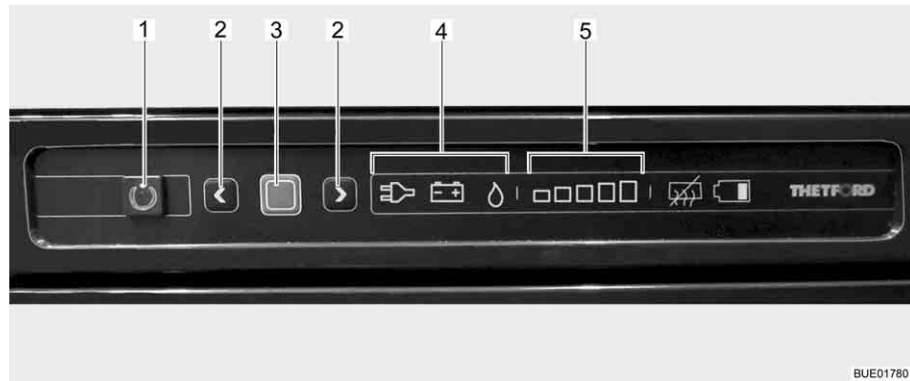

Fig. 218 Elementi di comando del frigorifero
La modalità di funzionamento attuale è indicata da un simbolo luminoso (Fig. 218,4) sulla centralina di controllo.
Dopo l'accensione il frigorifero seleziona automaticamente la regolazione del termostato selezionata per ultimo. Questa impostazione può essere modificata manualmente con i tasti freccia (Fig. 218,2). Le barre luminose dell'indicatore del livello di refrigerazione (Fig. 218,5) visualizzano la temperatura selezionata sul termostato. Con i tasti freccia viene regolata la temperatura di refrigerazione per tutti i tre tipi di energia. Ci vogliono alcune ore prima che il frigorifero raggiunga la temperatura normale di esercizio. Cambiando la modalità di funzionamento la regolazione del termostato non viene modificata. La temperatura di refrigerazione è indipendente dal tipo di energia utilizzata.
- Premere il tasto On/Off (Fig. 218,1) per 1 secondo. Il tasto (Fig. 218,1) si illumina di verde. Dopo circa 10 secondi, l'indicatore viene attenuato per risparmiare energia.
- Premere il tasto di conferma (Fig. 218,3). L'impostazione attuale della modalità di funzionamento viene visualizzata.
- Se non è impostata la modalità di funzionamento a gas: Per modificare l'impostazione, premere il tasto di conferma (Fig. 218,3) per circa 2 secondi.
- Selezionare la modalità di funzionamento a gas con i tasti freccia (Fig. 218,2). L'alimentazione del gas è ora aperta. L'accensione avviene automaticamente. È udibile un ticchettio fino a quando procedura di accensione non è stata portata a termine.
- Premere il tasto di conferma (Fig. 218,3) per 2 secondi.
- Premere nuovamente il tasto di conferma (Fig. 218,3). Il livello di refrigerazione attuale viene indicato dalle barre luminose (Fig. 218,5).
- Per modificare l'impostazione, premere i tasti freccia (Fig. 218,2) fino a visualizzare l'impostazione desiderata.
- Premere il tasto On/Off (Fig. 218,1) per circa 2 secondi. Tutte le spie si spengono. Il frigorifero è spento.
- Se non è impostata la modalità di funzionamento 230 V: Per modificare l'impostazione, premere il tasto di conferma (Fig. 218,3) per circa 2 secondi.
- Selezionare la modalità di funzionamento 230 V con i tasti freccia (Fig. 218,2).
- Se non è impostata la modalità di funzionamento 12 V: Per modificare l'impostazione, premere il tasto di conferma (Fig. 218,3) per circa 2 secondi.
- Selezionare la modalità di funzionamento 12 V con i tasti freccia (Fig. 218,2).